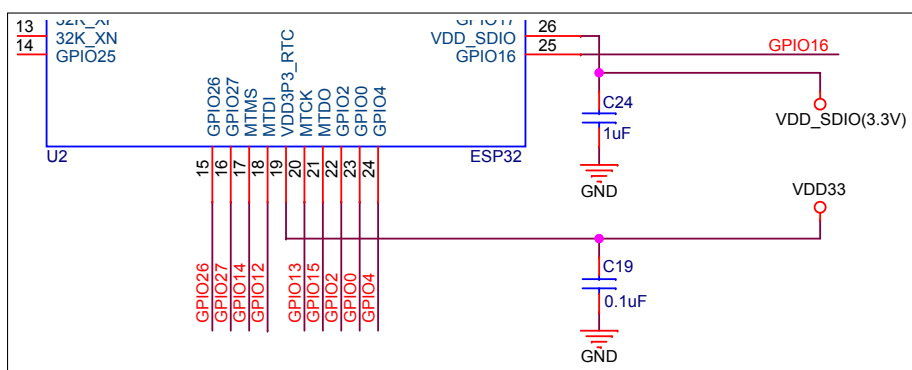

图 4: VDD\_SDIO 电源管脚电路 (3.3 V)
- 当 VDD\_SDIO 处于 3.3 V 模式时，由 VDD3P3\_RTC 通过约  $6\ \Omega$  电阻直接供电。因此，VDD\_SDIO 相对 VDD3P3\_RTC 会有一定电压降。当 VDD\_SDIO 输出 3.3 V 时，建议在 VDD\_SDIO 靠近管脚处添加  $1\ \mu\text{F}$  的滤波电容，如图 4 所示。